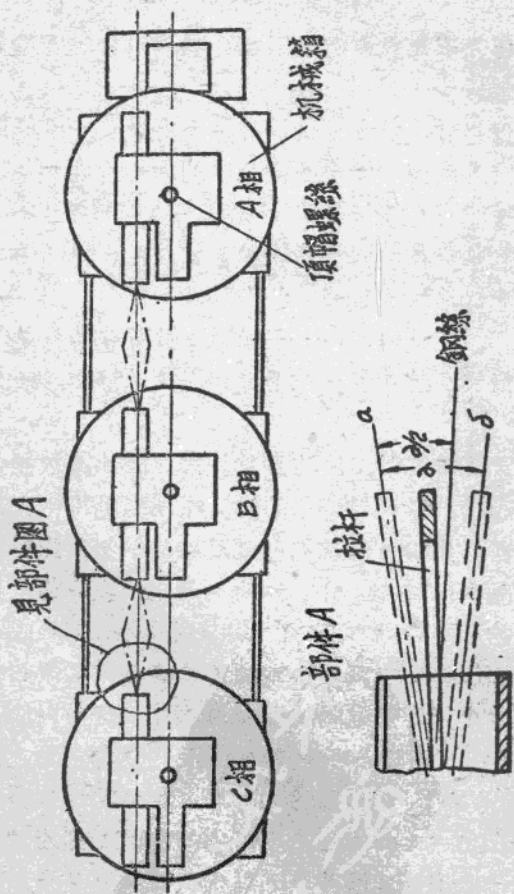

图5 外壳找平图 (上视)
12. 在三相壳子顶部传动拉杆的保护筒中拉一根细钢丝，使钢丝通过拉杆接合杆表面的中心，在拉杆相间连接套处用手左右推动拉杆的末端。当外壳已找正时，钢丝应位于拉杆摆动角的二等分线上（如图 5 所示）。否则，外壳应沿着自己的中心向左或向右转动到上述要求为止。